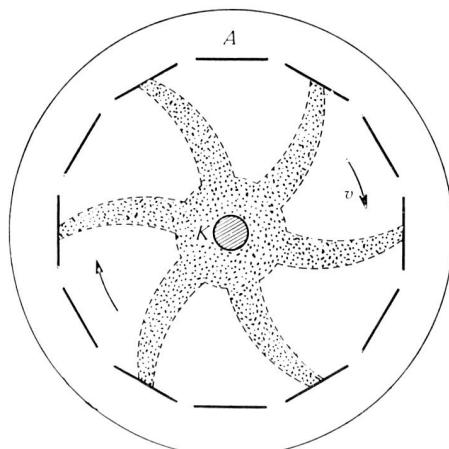

Fig. 4 Schematische Darstellung des Umlaufs der Elektronenwolke als «Elektronenrad» im Magnetron. Das Rad dreht sich mit der Geschwindigkeit v.
zylindrischen Anode (A) und einer konzentrisch angeordneten Kathode (K) (Fig. 2). Zusätzlich zu dem in der Röhre entstehenden elektrischen Feld (E) wird durch einen Permanentmagneten (N-S) ein homogenes magnetisches Feld (B) erzeugt, dessen Kraftlinien parallel zur Achse des Anodenzyllinders verlaufen. Durch dieses Magnetfeld wird jedes von der Kathode emittierte Elektron zusätzlich beschleunigt (Fig. 3). Ohne Magnetfeld würde das Elektron wie in einer Diode von K direkt nach A fliegen (I). Bei hoher Anodenspannung U_a und kleinem Magnetfeld B würde sich die Bahn krümmen (II), während bei sehr starkem Feld B die Elektronen auf Zykloidenbahnen um die Kathode zu kreisen beginnen (III). In ihrer Gesamtheit bilden sie dann eine «Elektronenwolke», die sich als Elektronenrad (Fig. 4), mit der Geschwindigkeit $v = k \cdot U_a / B$ um die Kathode dreht. Diese Leitbahnbewegung der Elektronen werden im Magnetron zum Erzeugen von Hochfrequenzschwingungen ausgenutzt.